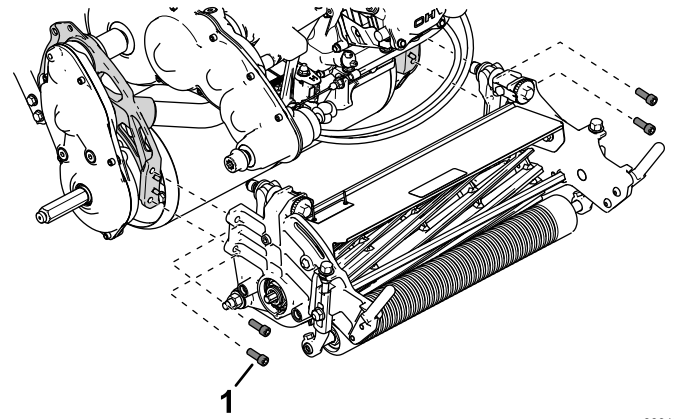

Figure 4
3. Montez l'unité de coupe sur la machine à l'aide de 4 vis à tête creuse (Figure 4).